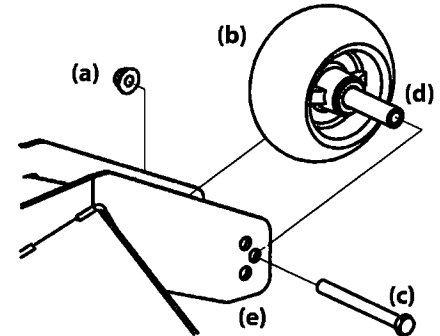

Figura 4-8
2. Retire la tuerca de seguridad (a) que fija uno de los tornillos hexagonales (c) de las ruedas de calibración delanteras (b) a la plataforma. Retire la rueda de calibración delantera (b), el tornillo hexagonal (c) y el espaciador (d). Consulte Figura 4-8.